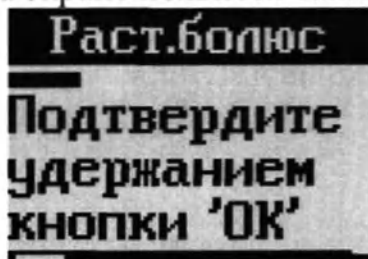

Рисунок 110 – Экран таймера «РАСТЯН.БОЛЮС»
9. Нажать кнопку «ОК». На экране появится таймер (рисунок 110).